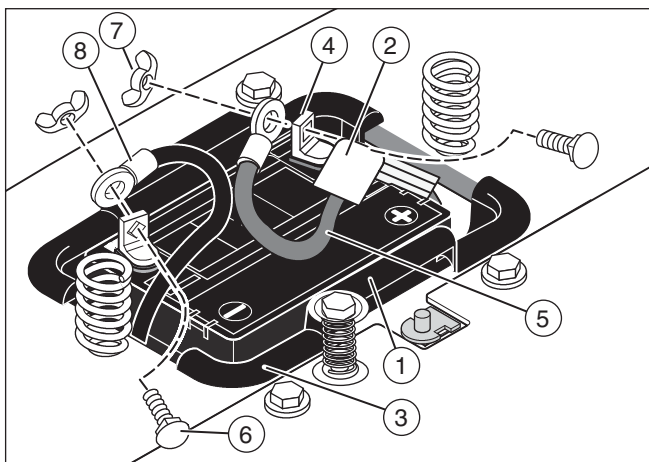

figur 3
2. Skyv dekselet (3) over rattstammen (2) (figur 3). Sørg for at kragen på dekselet vender opp.
3. Skyv rattet (1) inn på rattstammen.
4. Fest rattet til rattstammen med skrue (4) og underlagsskive (6).
5. Noen modeller leveres med et navnermerke (7) (valgfritt) i komponentposen. Fest dette navnermerke i midten av rattet.